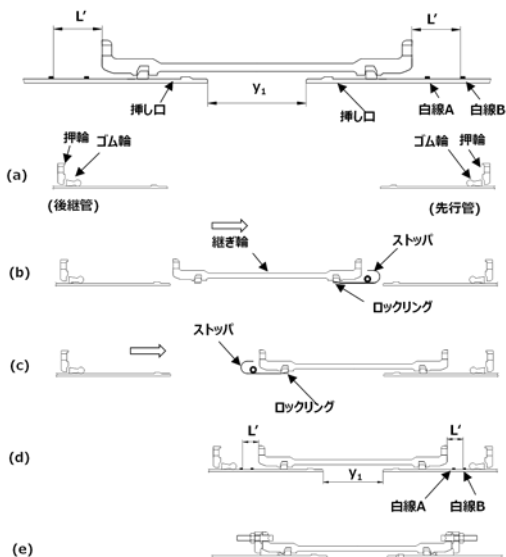

図46 継ぎ輪の施工手順（一方から順次配管していく場合）
- (1) 先行管(先に布設した管)の挿し口と後続管(先行管と接続する管)の挿し口に押輪、ゴム輪をセットする(図46(a)参照)。
- (2) 継ぎ輪の先行管側受口のロックリングを拡大し、ストッパをセットした後、継ぎ輪を先行管に預け入れ、ストッパを引き抜く(図46(b)参照)。
- (3) 継ぎ輪の後続管側受口のロックリングを拡大し、ストッパをセットした後、後続管を継ぎ輪に預け入れ、ストッパを引き抜く(図46(c)参照)。
- (4) 挿し口白線Bと受口端面の間隔を表9のL'に合わせ継ぎ輪の位置を決める(図46(d)参照)。
- (5) 押輪、ゴム輪、バックアップリング、ボルト・ナットを直管と同じ要領で接合する(図46(e)参照)。